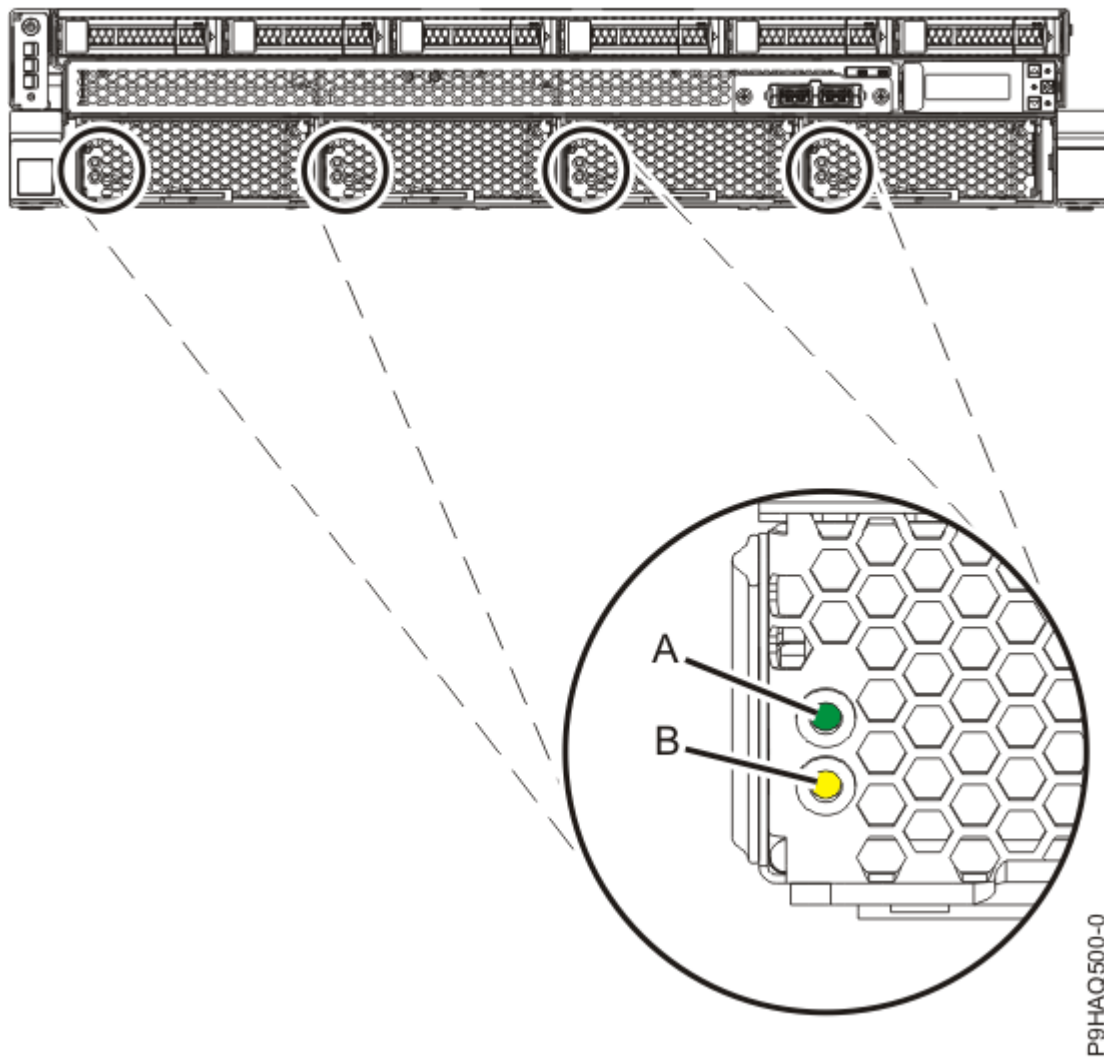

Figura 2. Indicadores LED del ventilador
- Cada ventilador tiene un LED de color verde **(A)** y un LED de color ámbar **(B)**, tal como se muestra en la Figura 2 en la página 3. El LED de color verde está encendido fijo para todos los ventiladores, pero el ventilador con la anomalía tiene encendido el LED de error de color ámbar.